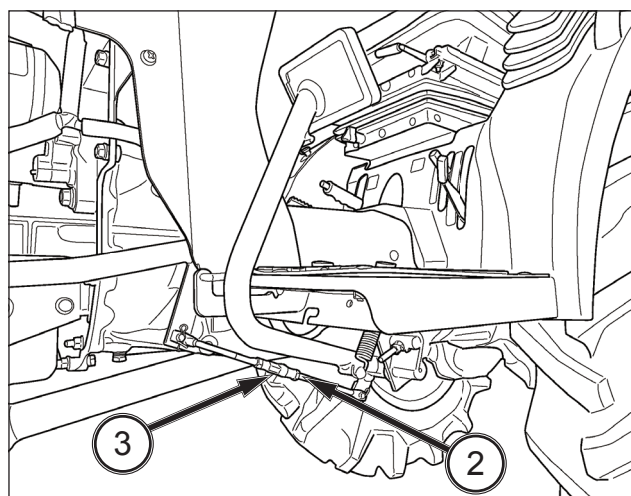

ABB. 113
ABB. 113: Bei einem Batterieaustausch zuerst das Massekabel (-) (1) und dann das Pluskabel (+) (2) abklemmen. Den Haltebügel der Batterie lösen und die Batterie vorsichtig herausnehmen.